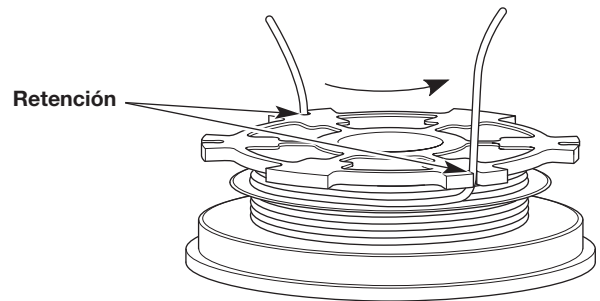

Fig. 20
3. Inserte las dos secciones de 6 pulgadas dentro de las dos ranuras de retención de 0.095 (Fig. 20).
4. Inserte las dos secciones de 6 pulgadas dentro de las dos ranuras de retención de 0.095 (Fig. 20).